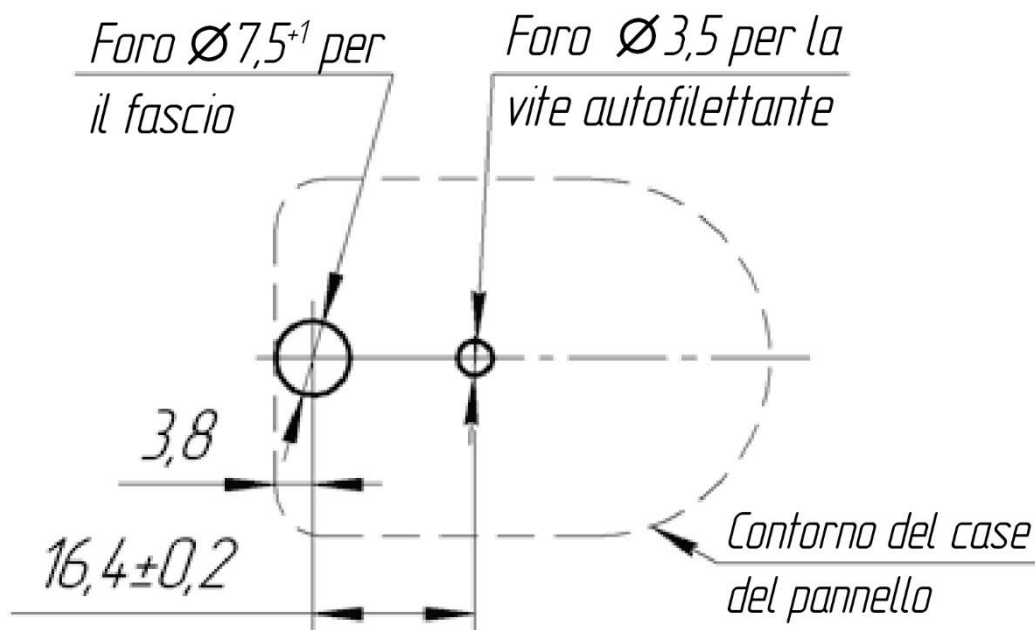

Fig.1
- Applicare la marcatura (vedi fig. 1) dei fori sulla superficie di installazione (di montaggio) per effettuare l'installazione del pannello (il foro per il fascio e il foro per la vite autofilettante).